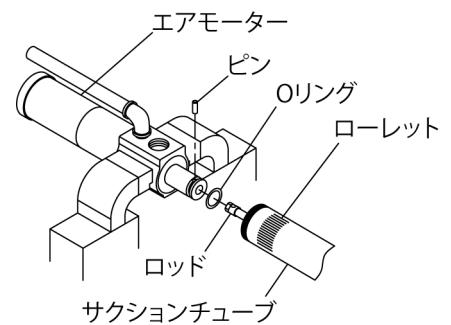

Fig.13
- 6) ポンプのエアモーターボディ部をバイスに固定してください。(Fig.13)
- 8) ブラッジャー部のOリングを外し、ピンを抜き取り、ロッドを引抜いてください。(Fig.13)